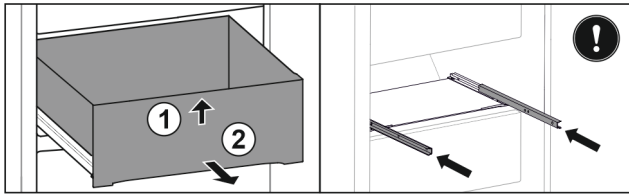

Fig. 113
- ▶ Lade aan de voorkant optillen. Fig. 113 (1)
- ▶ Lade naar voren toe verwijderen. Fig. 113 (2)